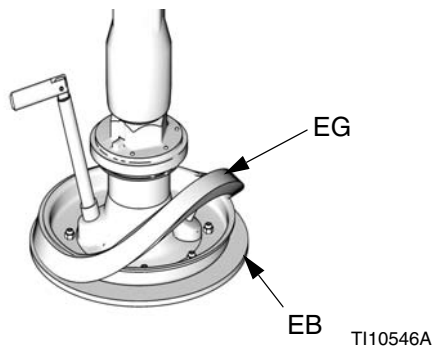

FIG. 12 : Entretoise coulissante
2. Ensuite, inclinez l'entretoise (EG) à la main et sortez-la du plateau, en la rabattant par dessus la bride et les racleurs inférieurs (EB). Consultez la FIG. 12.
3. Conserver l'entretoise (EG) car elle peut resservir pour d'autres applications.
1. Assurez-vous que le côté le plus grand de l'entretoise (EG) est bien orienté vers **le bas**. Soulevez l'entretoise (EG) jusqu'à ce qu'elle soit complètement au-dessus de la bride du cylindre. Consultez la FIG. 12.